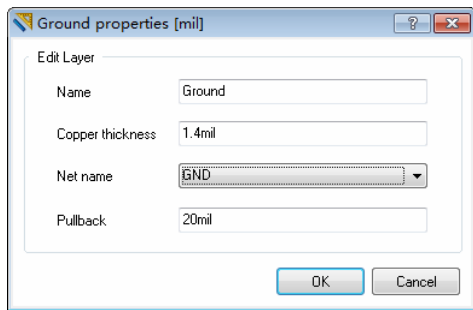

图 11-26 内部平面层连接 GND
(1) 打开例 11-5 中的 Voltage_Meter.PrjPCB 工程。
(2) 打开 Voltage_Meter.PcbDoc 文档, 进入 PCB 编辑环境。
(3) 执行菜单命令 Design » Layer Stack Manager, 打开层堆栈管理器对话框。
(4) 选中板层堆栈剖面图中的 Top Layer, 单击 Add Plane 按钮, 在 Top Layer 下方添加一个内部平面层, 双击该平面层或者单击 Properties 按钮, 打开其属性对话框, 将平面层名称改为 Ground, Net name 设为 GND, 如图 11-26 所示。